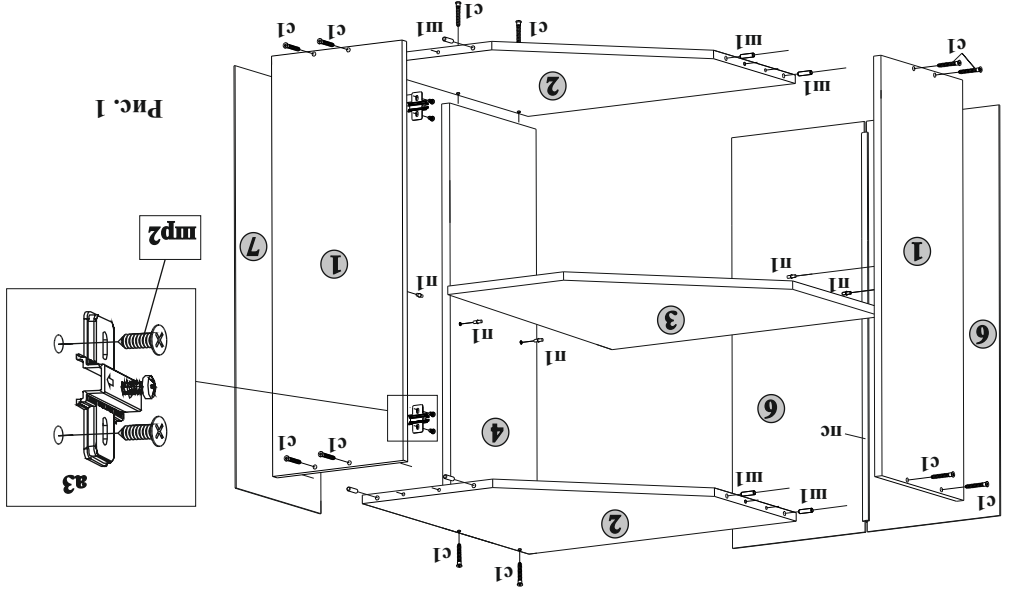

Рис. 1
5.2. В отверстия диаметром 8 мм на торцевых кромках штов 2 вставить шканты ш1 (рис. 1).
5.3. На внутреннюю поверхность боковых стенок 1 и крестообразной отверстия (рис. 1) петель а3 с помощью шурупов шр2 и крестообразной отвертки 1 закрепить направляющие.
5.4. На внутреннюю поверхность боковых стенок 1, заднего бока 4 в отверстия диаметром 5 мм установить подкрепители ш с помощью молотка (рис. 1).